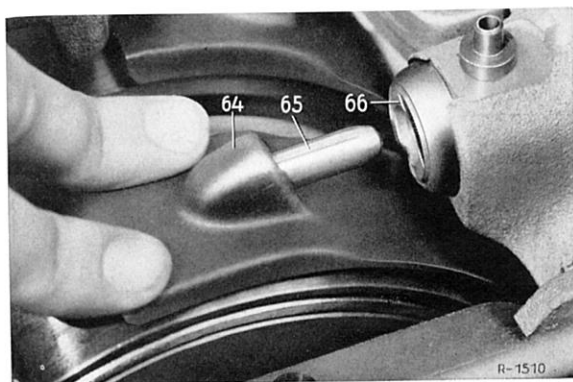

Bild 27-11/29
31 Sicherungsschraube mit Dichtring (68) herausschrauben (Bild 27-11/32).